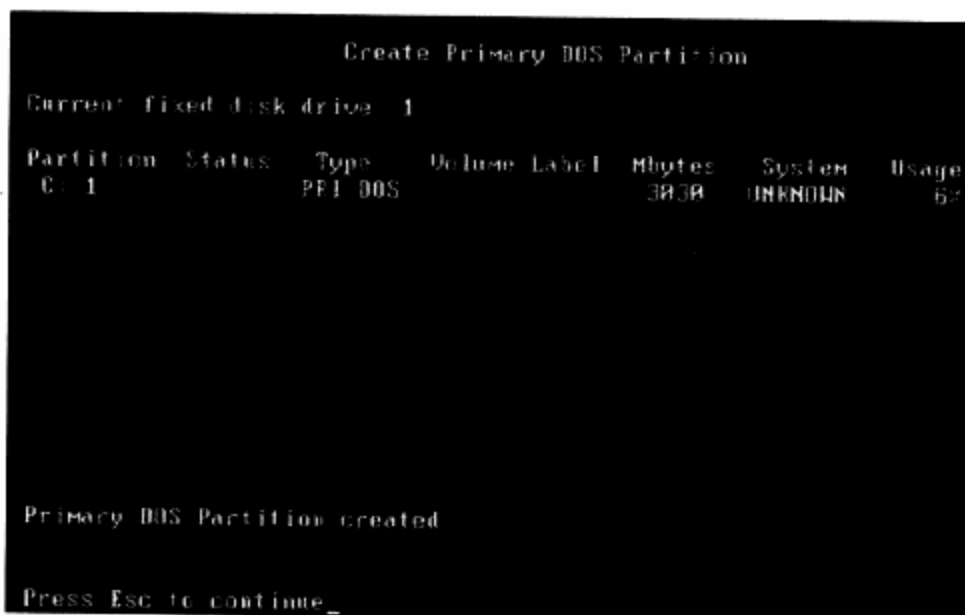

图4-24 主分区设置完成
**步骤 10** 该硬盘的主分区已经设置好，大小为3MB。按Esc键，如图4-24所示。